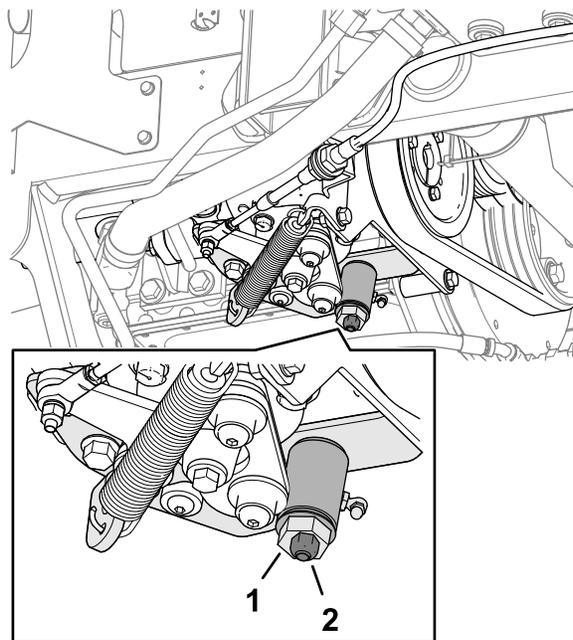

Figure 76
3. Desserrez le contre-écrou de la came de réglage de transmission (Figure 76).